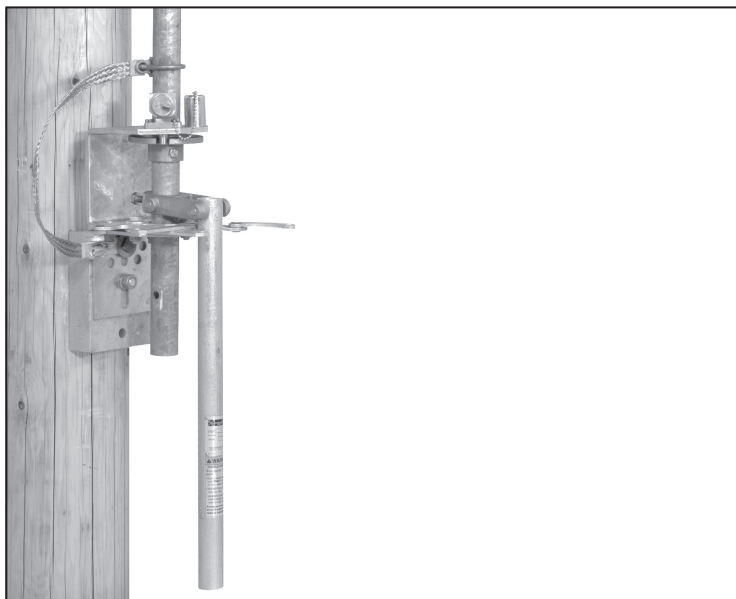

Figura 48. Solte o parafuso de intertravamento de chave.
PASSO 42. Se o conjunto da alavanca de operação for fornecido com um intertravamento de chave, desengate o parafuso de intertravamento. Ver Figura 48.